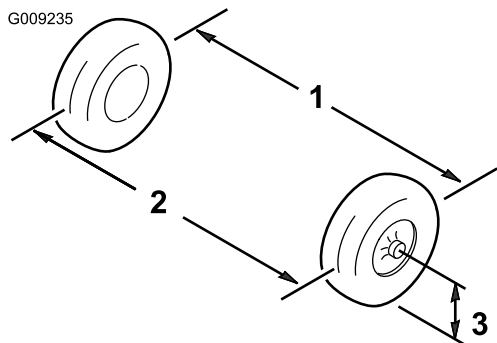

Figura 40
2. Misurate la distanza tra i pneumatici anteriori all'altezza dell'assale, davanti e dietro le ruote (Figura 40).